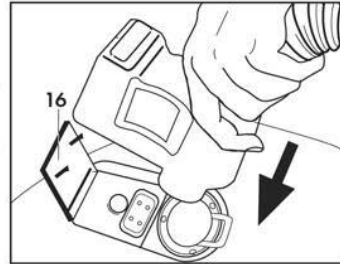

Abb. 6
Die Klappe der Steckbuchse (16) an den Körper des Schnellanschlusses drücken und kontrollieren ob die beiden Teile richtig ineinander rasten (**Abb. 6**).